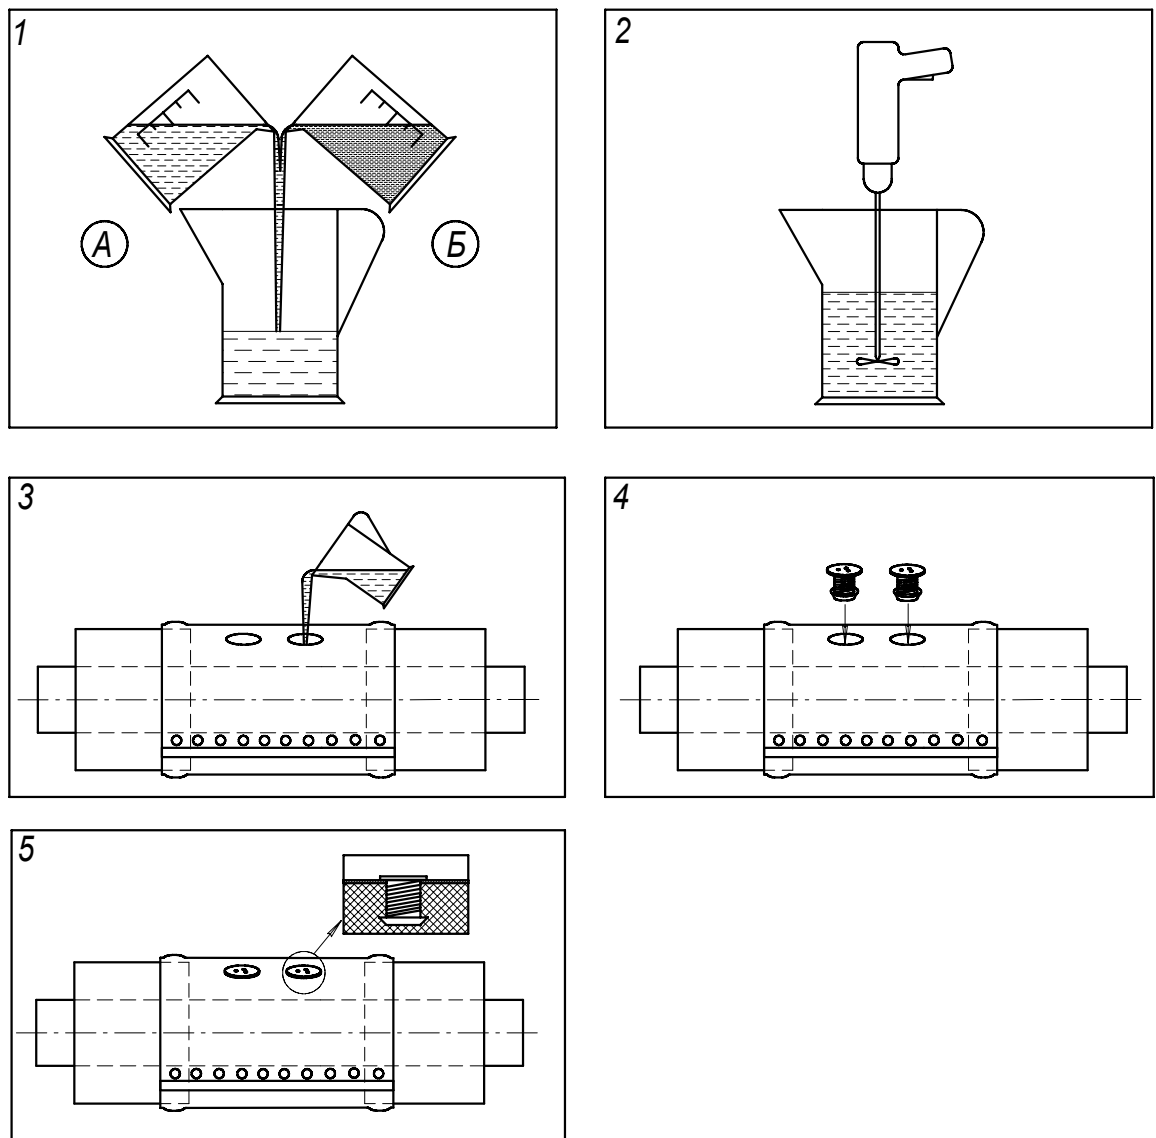

Рис. 3
2.4.1 Послідовність виконання теплоізоляції відображена на рис. 3.
2.4.3 Відміряні дози компонентів ППУ системи одночасно злити до заливної посудини (рис. 3 поз. 1).
2.4.4 Інтенсивно змішати компоненти в заливній посудині з допомогою мішалки протягом 10 – 15 сек. до утворення однорідної суміші (рис. 3 поз. 2).
Отриману таким чином суміш, швидко (за 10 – 15 сек.) влити в заданий об'єм через заливні отвори муфти (рис. 3 поз. 3).
2.4.5 Вставити в отвори корки-обезповітрявачі (рис. 3 поз. 4).
2.4.6 Гідроізоляцію заливного отвору виконувати через 4 години після заливки системи ППУ (при температурі оточуючого середовища нижче +5°С місце муфтування накрити наметом і протягом вказаного часу підтримувати в ньому температуру вище +5°С) (рис. 3 поз. 5).